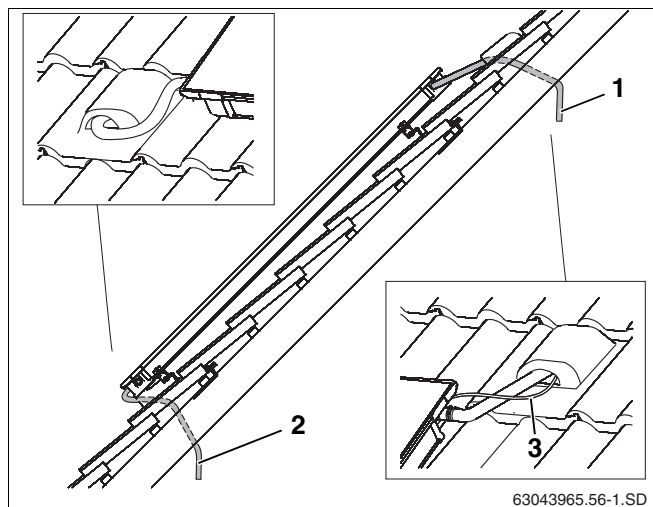

fig. 52 Passar os cabos de ligação por baixo do telhado
- ▶ Passar a mangueira juntamente com o cabo do sensor pela câmara de purga (fig. 52, **item 1**) e pelo isolamento do telhado.